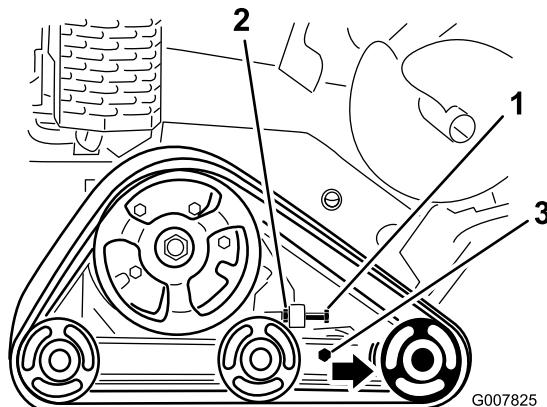

Figure 48
3. Desserrez l'écrou de blocage sur le boulon de réglage de tension de la chenille et les boulons de serrage du bras de tension (Figure 48).
4. Serrez le boulon de réglage de tension à un couple de 32,5 à 40 Nm pour tendre la chenille (Figure 48).
4. Desserrez le boulon de réglage de tension et l'écrou de blocage (Figure 48).
5. Desserrez les boulons de serrage (Figure 48).